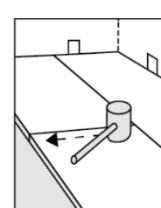

Figura 5
- Presione hacia abajo firmemente en la unión. De preferencia utilice el mazo de goma para asegurarse de que la unión se efectúe correctamente. (**Figura 5**).